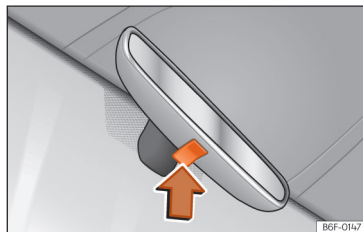

Fig.78 Retrovisor com antiencandeamento manual.
- Para evitar o encandeamento, pressione a patilha do espelho retrovisor para cima >>> **Fig.78** (seta).